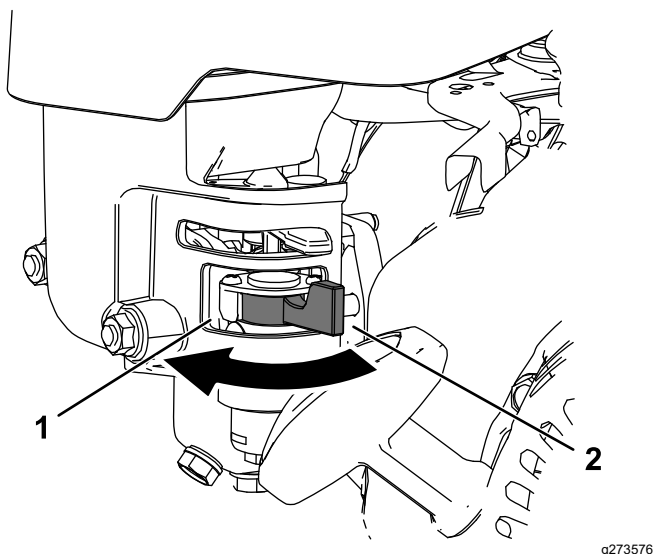

Figura 24
- Per aprire la valvola del carburante, girate la leva di intercettazione del carburante verso la maniglia del motore autoavvolgente (Figura 24).
- Per chiudere la valvola del carburante, girate la leva di intercettazione del carburante allontanandola dalla maniglia del motore autoavvolgente (Figura 24).